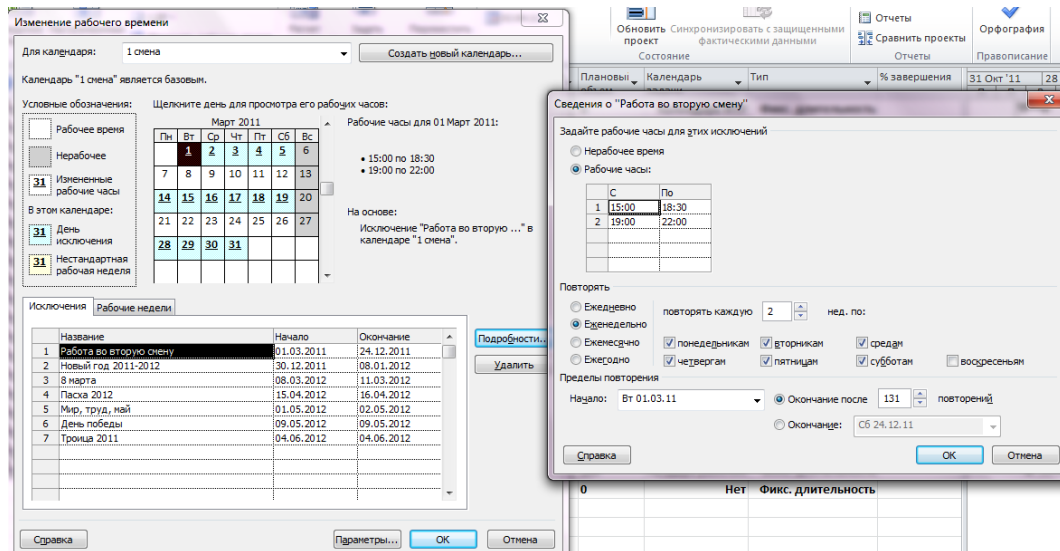

Рисунок 6.2 Формирование исключений календаря «1 смена»
8. Выбрать начало повторения и или периодичность повторения или дату окончания повторения, Рисунок 6.2.